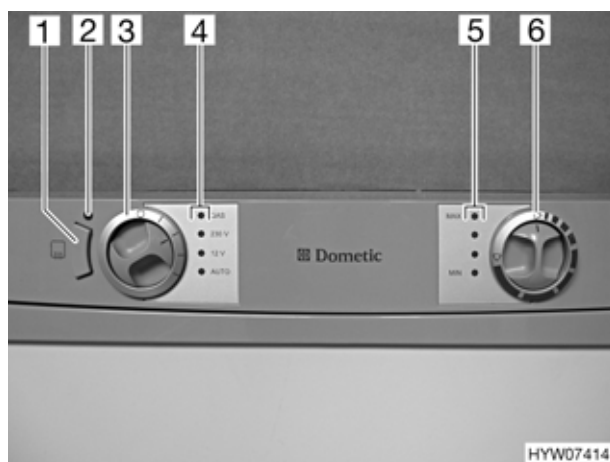

Fig. 158 Elementi di comando del frigorifero
Nel caso di temperature esterne ed umidità dell'aria elevate è possibile che si formino gocce d'acqua sul telaio in metallo del vano congelatore. Per questo motivo il frigorifero è dotato di un riscaldamento nel telaio per il vano congelatore. Nel caso di temperature e umidità dell'aria elevate, accendere il riscaldamento del telaio con il tasto (Fig. 158,1). È possibile così evitare fenomeni di corrosione. Quando il riscaldamento del telaio è acceso, la luce spia è accesa (Fig. 158,2).
Se l'alimentazione a 230 V non è allacciata e il motore del veicolo è spento, il sistema AES seleziona il rifornimento di gas. Selezionando il funzionamento a gas, il dispositivo di sicurezza si apre automaticamente, così che il gas possa fluire al bruciatore. Contemporaneamente si inserisce l'accenditore elettronico. Se la fiamma del gas si spegne, per esempio a causa di un colpo di vento, l'accenditore viene subito azionato riaccendendo il gas. In caso di guasto del funzionamento a gas, la luce spia "GAS" (Fig. 158,4) diventa rossa e lampeggia.
- Nelle aree di servizio è vietato l'uso di impianti a fiamma viva. Nel caso in cui la sosta duri più di 15 minuti, il frigorifero deve essere spento tramite il selettore di energia (Fig. 158,3).
Dopo l'accensione il frigorifero seleziona automaticamente la regolazione intermedia del termostato. Questa regolazione può essere modificata manualmente tramite il pomello girevole (Fig. 158,6). Le luci spia (Fig. 158,5) indicano la temperatura selezionata sul termostato. Con il pomello girevole viene regolata la temperatura di refrigerazione per tutti i tre tipi di funzionamento. Ci vogliono alcune ore prima che il frigorifero raggiunga la temperatura normale di esercizio. Cambiando la modalità di funzionamento la regolazione del termostato non viene modificata. La temperatura di raffreddamento è indipendente dal tipo di energia utilizzata.
- Con il selettore di energia (Fig. 158,3) selezionare il tipo di energia utilizzata. La luce spia relativa (Fig. 158,4) diventa verde.
- Regolare la temperatura di refrigerazione con il pomello girevole (Fig. 158,6). Le luci spia (Fig. 158,5) indicano la temperatura selezionata sul termostato.
In caso di guasto del funzionamento a gas, la luce spia "GAS" (Fig. 158,4) diventa rossa e lampeggia.
- Girare il selettore di energia (Fig. 158,3) su "O". Tutte le luci spia (Fig. 158,4) sono spente.